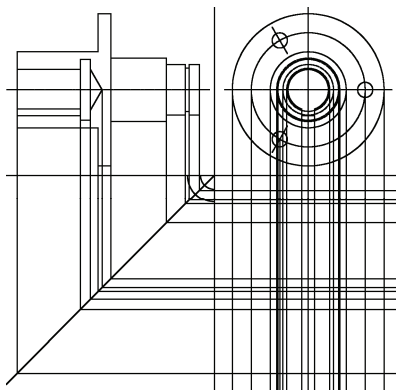

图 2-50 自动创建构造线
11) 执行“自动创建构造线” (amautoclines)，选择执行“竖直向下的构造线”选项，然后框选“主视图”和“右视图”，系统自动创建构造线，如图 2-50 所示。